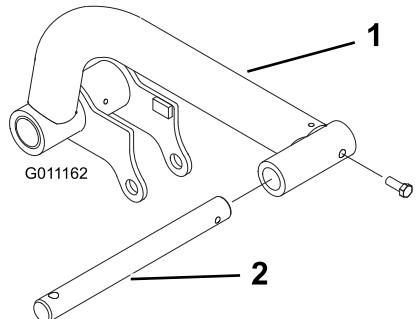

図 11
- 左右の昇降アームにそれぞれピボット・ロッドを差し込み、取り付け穴を整列させる(図 11)。